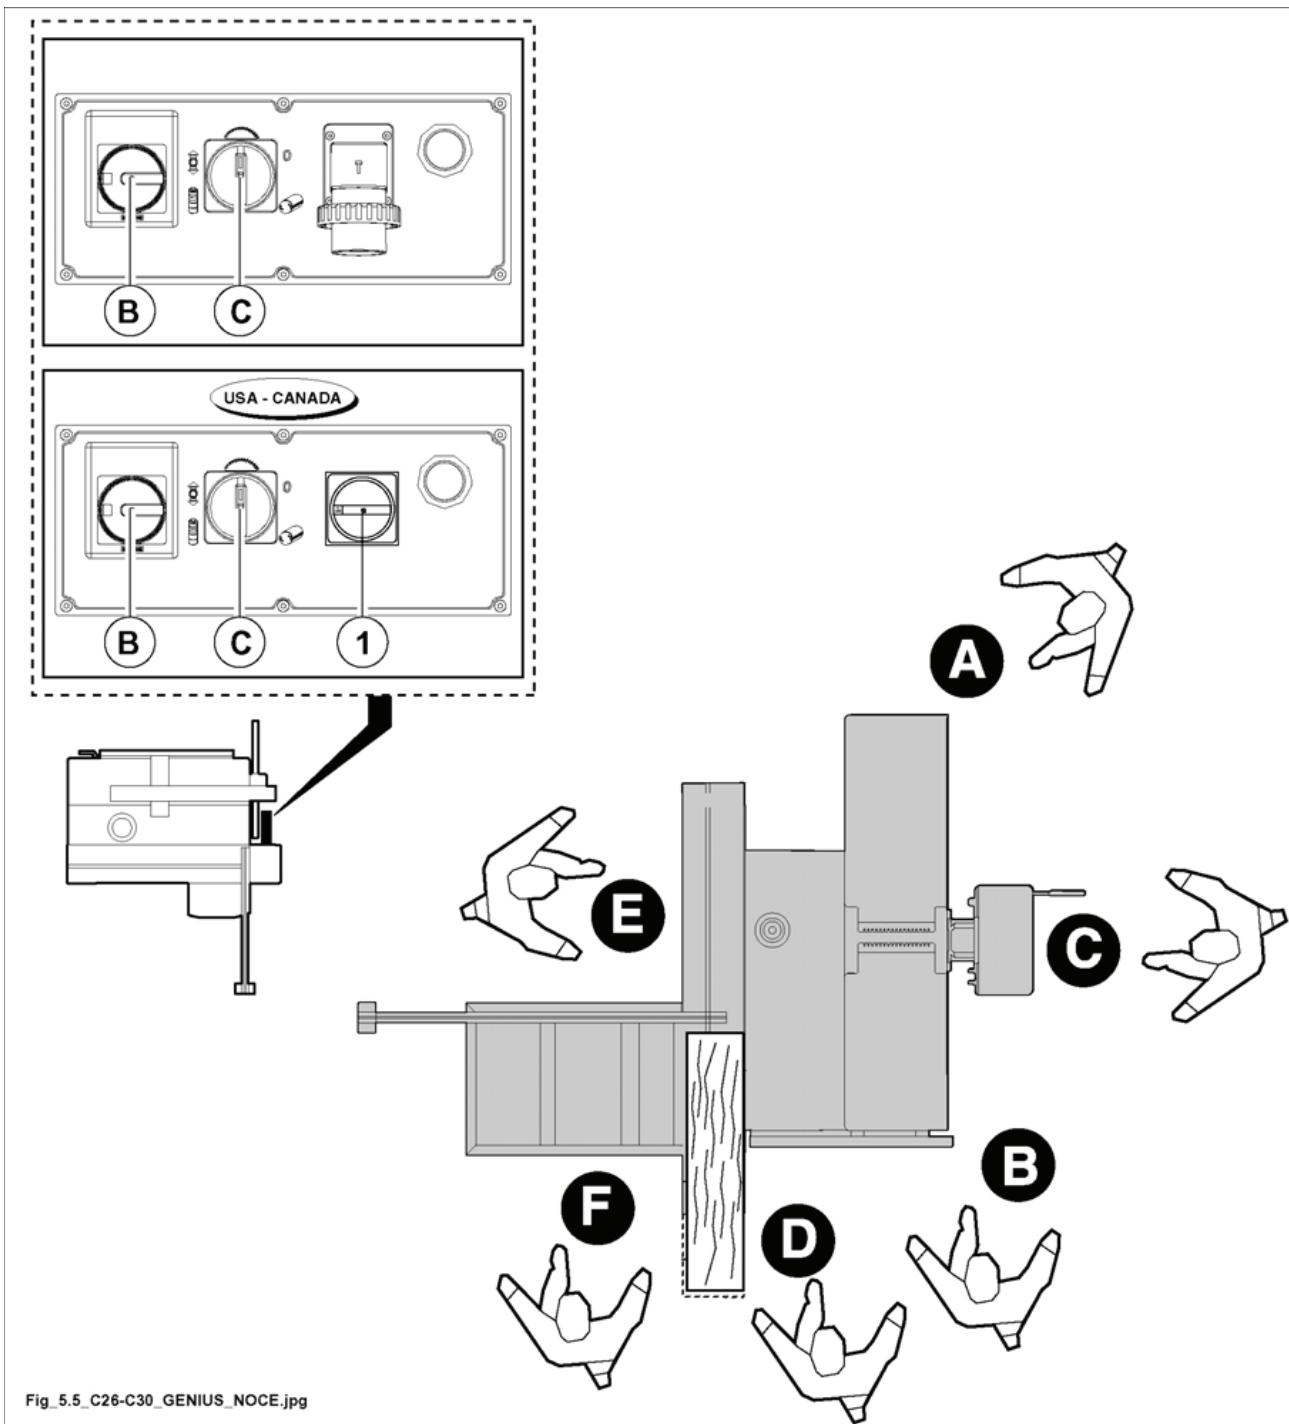

Рис. 5.5
- (США и Канада) Выключатель общего питания 1 (рис. 5.5) повернут в положение I (ON).
- Перевести переключатель С (рис. 5.5) в требуемое рабочее положение.
- Повернуть ручку автомата В (рис. 5.5) в положение "I".
- Перевести ручку автомата В (рис. 5.5) в положение "0".
- Перевести переключатель С (рис. 5.5) в положение "0".
*(Исполнения по нормам США и Канады) Выключатель общего питания 1 (рис. 5.5) повернут в положение 0 (OFF).*
*Запрещается останавливать двигатель поворотом переключателя С (рис. 5.5).*